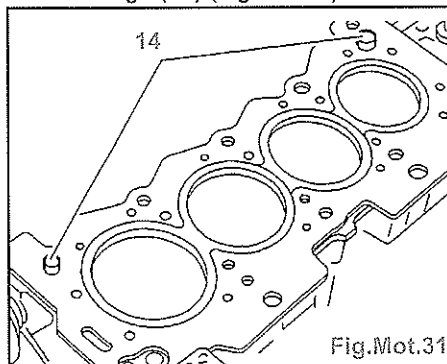

Fig.Mot.31
- Vérifier la présence des deux goupilles de centrage (14) (Fig.Mot.31).
- Vérifier la présence des 2 goupilles de centrage (14) (Fig.Mot.31).